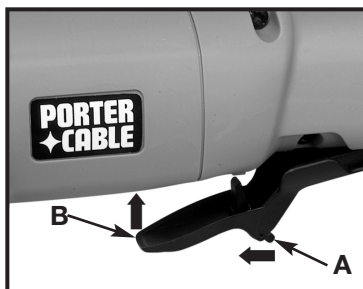

Fig. 1
3. L'avant de poussée sur le levier de relâchement de commutateur (A) la Fig. 1 comme vous serrez le levier de commutateur le (B) tourner l'outil "SUR".